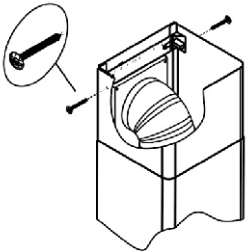

рис. 8
6.4 Установка фальштруб (рис.7). На нижней фальштрубе имеются специальные «ушки», которые необходимо направить в пазы, расположенные на верхней панели вытяжки. Затем нижнюю фальштрубу необходимо зафиксировать двумя самонарезающими винтами 3,5х11 мм. Выдвиньте верхнюю фальштрубу, навесьте ее на кронштейн (рис.8) и закрепите винтами 3,5х11мм.